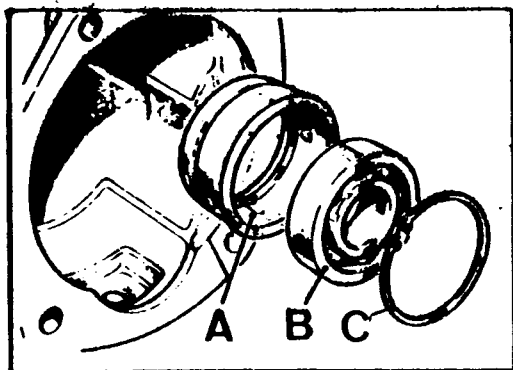

Fig. C-108 Alojamiento del cojinete
1.2. Extraer por la parte delantera del cárter, el acoplamiento, A (Fig. C-108) del cojinete. Retirar el arillo elástico, C y el cojinete, B.
- 3.1. Montar el cojinete, B, (Fig. C-108) en el alojamiento, A, y fijarlo con el arillo elástico.